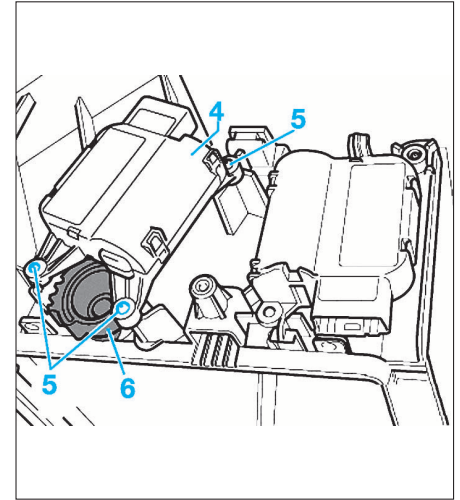

FIG. 39
- Déposer le servomoteur (4) (Fig.39).
Si le servomoteur est arrêté dans une autre position et ne tourne plus, il n'est plus possible de le retirer simplement. Il faut tout d'abord forcer pour le désolidariser des points de fixation (5). Veiller alors à ne pas endommager le pignon (6) (Fig.39).